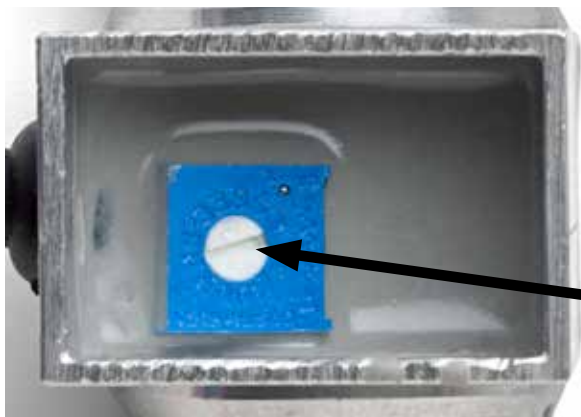

Abb. 1
- Der ELR ist ein versiegeltes Temperatur-Messgerät. Es ist einstellbar und überwacht die Kühlmitteltemperatur. Das Gerät ist auf 70° C voreingestellt. (Siehe Abb. 1)